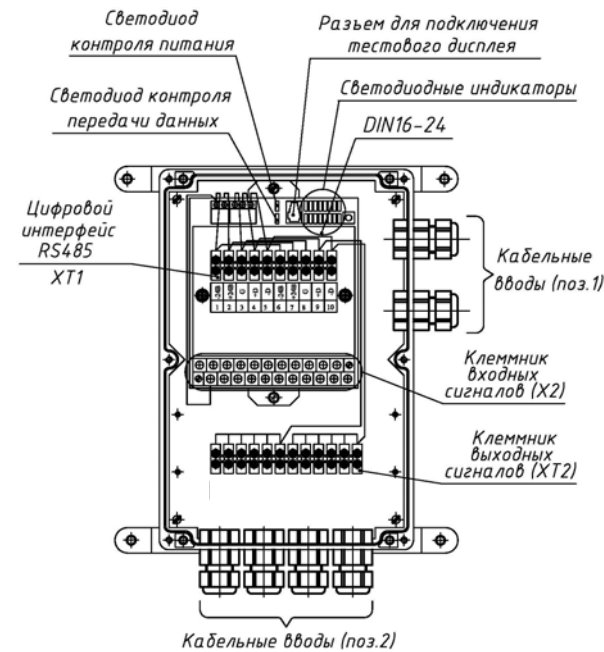

Рис.2
4.2 Подключение производить строго по схеме подключения рис.2.
4.3 Объединение МРД с другими устройствами по интерфейсу RS-485 выполняется по схеме рис.2 в следующем порядке: